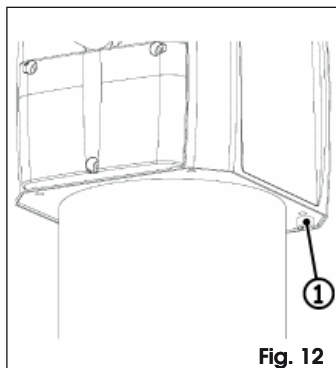

Fig. 12
- Bloquee los dos tornillos posteriores, Fig. 12, ref. ①.